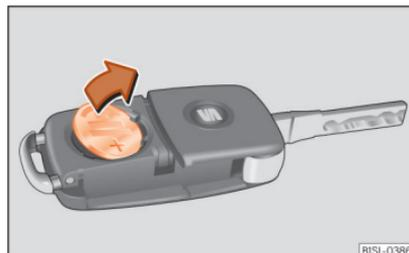

Abb. 130 Fahrzeugschlüssel: Batterie herausnehmen.
- Batterie mit einem geeigneten dünnen Gegenstand aus dem Batteriefach heraushebeln » » » Abb. 130.
- Neue Batterie wie gezeigt ansetzen » » » Abb. 130 und entgegen der Pfeilrichtung in das Batteriefach drücken » » » ❶.